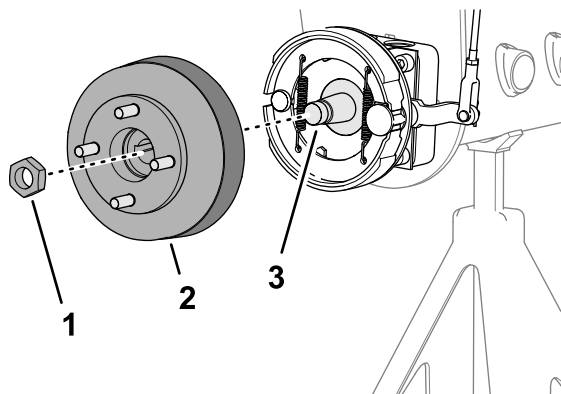
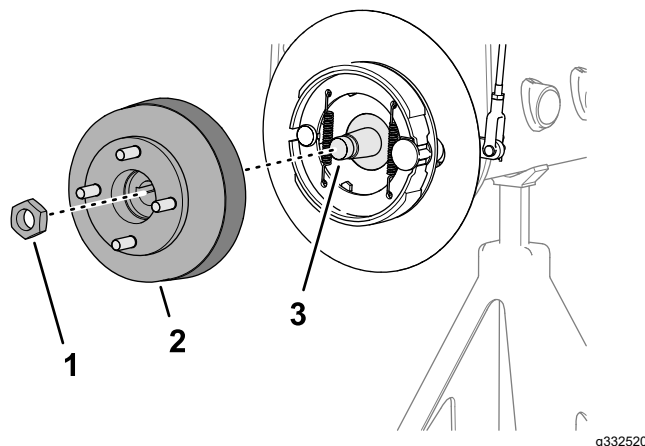

Bild 73
Bild 74
3. Montieren Sie die Radnabe und Bremstrommel auf die Radmotorwelle (**Bild 73** oder **Bild 74**).
4. Befestigen Sie die Radnabe mit der Sicherungsmutter (**Bild 73** oder **Bild 74**) auf der Welle und ziehen Sie diese nur handfest an.